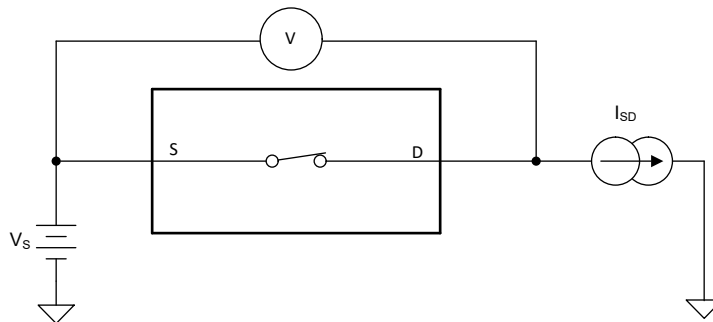

図 8-1. オン抵抗測定時の構成
デバイスのオン抵抗は、デバイスのソース・ピン (Sx) とドレイン・ピン (Dx) の間の抵抗値 (Ω) です。オン抵抗は、入力電圧と電源電圧によって変化します。オン抵抗は、記号 R_{ON} を使用して示されます。図 8-1 に、 R_{ON} の測定に使用する測定構成を示します。この構成を使用して電圧 (V) と電流 (I_{SD}) を測定し、 R_{ON} は $R_{ON} = V / I_{SD}$ で計算します。